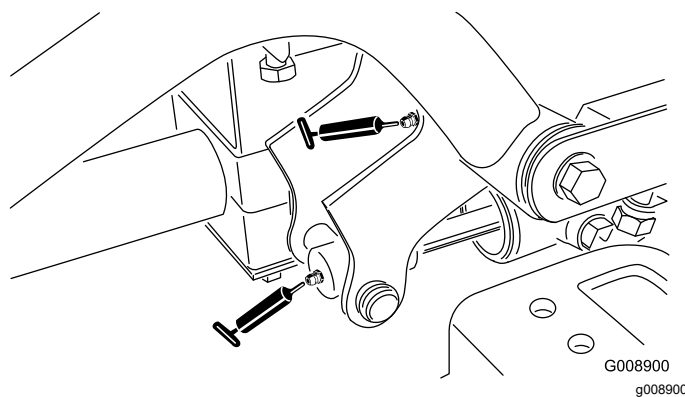

Рисунок 62
- Цилиндр поворота и подъема правого переднего подъемного рычага (2 места) (Рисунок 62)